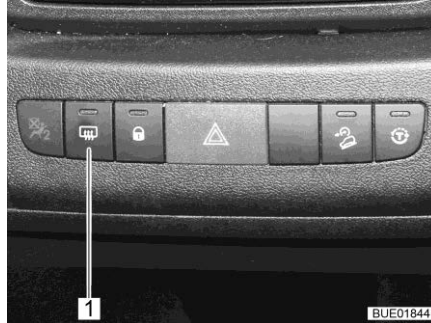

Fig. 41 Interruttore riscaldamento specchietti esterni
- Premere l'interruttore (Fig. 41,1) sul cruscotto. La spia di controllo nell'interruttore indica il funzionamento.